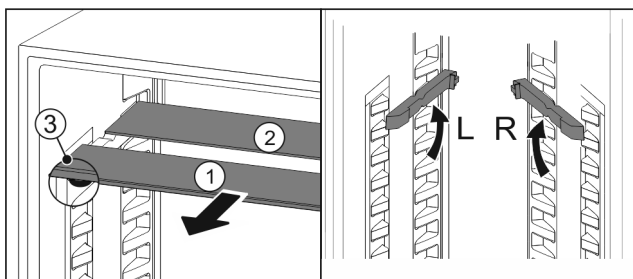

Fig. 135
- ▶ По одной извлеките Fig. 135 (1) стеклянные панели движением вперед.
- ▶ Стеклянная панель Fig. 135 (1) с декоративной планкой лежит спереди.
- ▶ Стопоры Fig. 135 (3) показывают вниз.